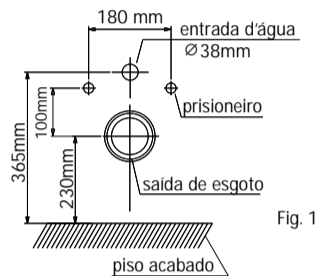

Fig. 1
- 1** Antes de iniciar a instalação, certifique-se que a parede está perfeitamente plana e regular. Para uso confortável da bacia, são recomendadas as seguintes alturas de instalação (Fig. 1).